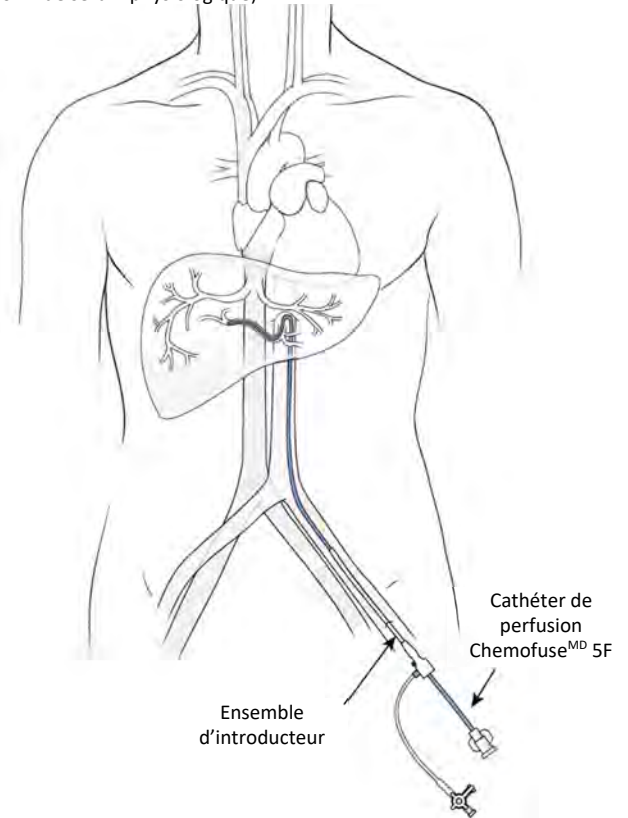

Figure 25
- (a) Introduire le cathéter ChemofuseMD 5F à travers la gaine et le manipuler sur un fil-guide dans l'artère hépatique appropriée, voir Figure 25. À la discrétion du radiologue interventionnel, un microcathéter peut être introduit coaxialement à travers le cathéter 5F pour un placement sélectif de l'extrémité du cathéter pour la perfusion du médicament. Si un microcathéter est utilisé, fixer une valve hémostatique rotative (type Touhy-Borst) sur le cathéter 5F et insérer le microcathéter dans le cathéter 5F à travers la valve. Trois microcathéters ont été qualifiés par Delcath pour être utilisés avec le système d'administration hépatique CHEMOSATMD. Sélectionner l'un des trois microcathéters qualifiés (voir Description des composants du système (p. 6).